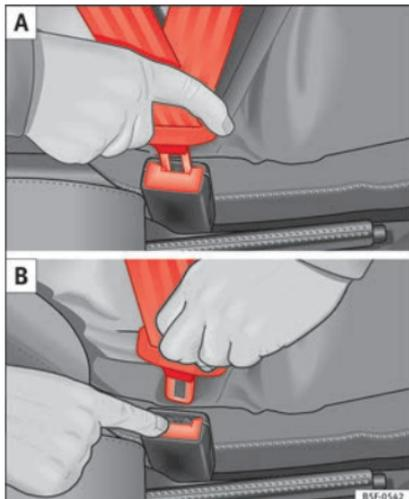

Fig. 54 Placer et retirer le pêne de verrouillage de la ceinture de sécurité.
- Engagez le pêne dans le boîtier de verrouillage correspondant au siège jusqu'à ce qu'il s'encliquette de façon audible » **fig. 54**.
- Appuyez sur la touche rouge intégrée au boîtier de verrouillage » **fig. 54**. Le pêne est alors libéré » **△**.